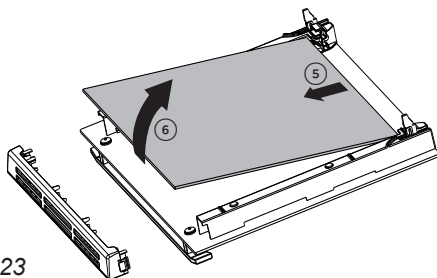

Fig. 10.23
- Sollevare ed estrarre delicatamente il vetro intermedio sganciandolo dagli incavi di aggancio inferiori (fig. 10.23).